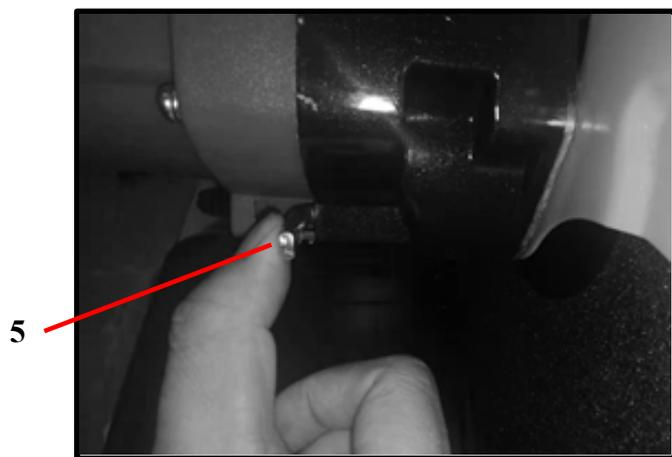

Рис.4
3. Вращая отрезной круг рукой, нажмите на штифт блокировки 5 (рис.1 и рис.4), переместите его вправо и удерживайте.
3. Надавите на штифт блокировки **5** (рис.4 и рис.8) вправо и удерживайте его в этом положении, одновременно вращая отрезной круг рукой.